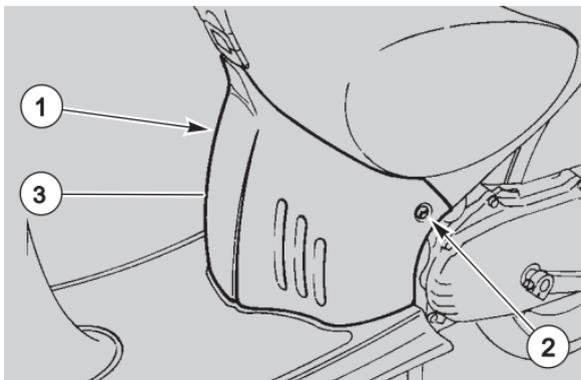

Abb. 43
- ◆ Luftführungskanal ausbauen (1-Abb. 43).